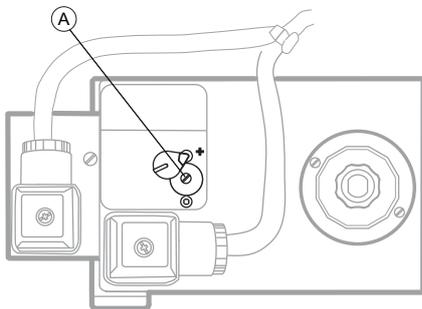

Figura 4.5 A: Tornillo de ajuste de la presión controlada del suministro de gas.
13. Para medir la presión controlada del suministro de gas, conecte un manómetro al punto de prueba de la presión P_a en la parte posterior del GasMultiBloc (el deshumidificador debe estar encendido). La presión debería ser de 15 mbar. Ajústela según sea necesario con el tornillo, consulte (A) en la Figura 4.5.